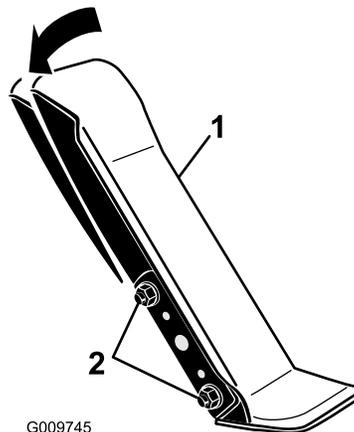

Bild 66
1. Lösen Sie die zwei Muttern und Schrauben, mit denen die linke Seite des Fahrpedals an der Halterung befestigt ist (**Bild 66**).
2. Drehen Sie das Pedal auf den gewünschten Winkel und ziehen Sie die Muttern fest (**Bild 66**).